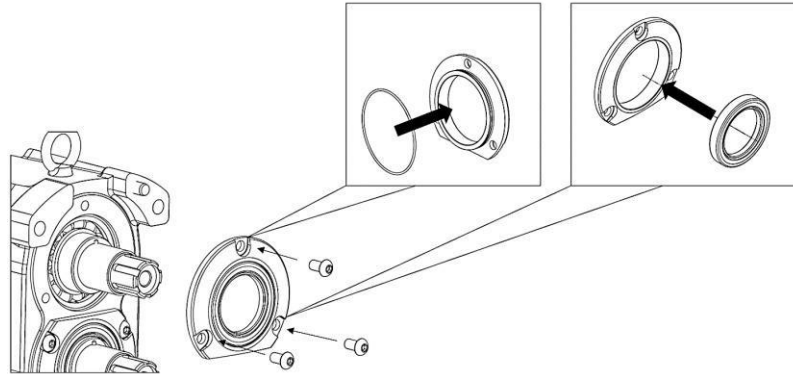

**Figura 51: Presión de flechas en la caja de engranes**
3. Coloque la caja de engranes en una prensa con el lado del extremo del líquido hacia arriba. Aplique lubricante en el exterior de los rodamientos. Coloque el conjunto de la flecha (una flecha a la vez) en la caja de engranes con el extremo del rotor hacia arriba. Asegurándose de que la transmisión y los ejes cortos estén en los orificios correctos, presione las flechas por la pista exterior de los rodamientos en la caja de engranes hasta que los rodamientos estén completamente asentados (Figura 51).